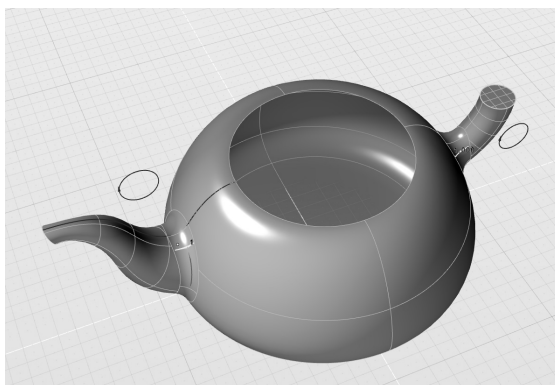

图 5-58 为壶身添加倒圆角
4) 使用“倒圆角”工具, 施加于该交切曲面上, 为两侧曲面衔接处施加以半径为“1cm”的倒圆角, 如图 5-58 所示。